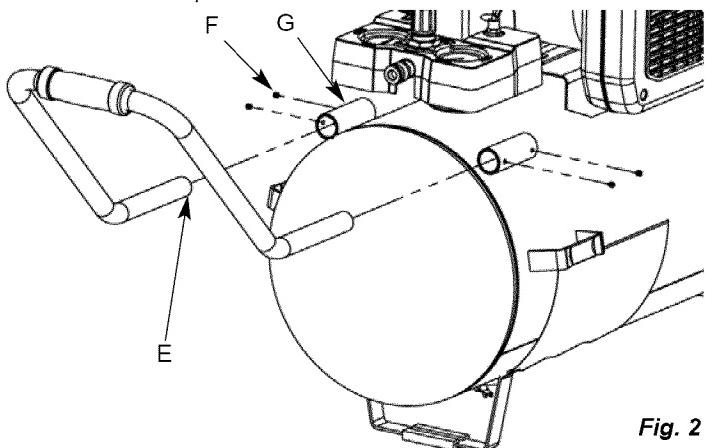

Fig. 2
- Instale la manija aflojando los tornillos de presión (f) y entonces la colocación de la manija termina (e) en el (G) de los soportes de la manija y asegure con los tornillos de presión (f) (véase fig. 2). Apriete los tornillos usando una llave de maleficio del tamaño 3mm (no incluida).